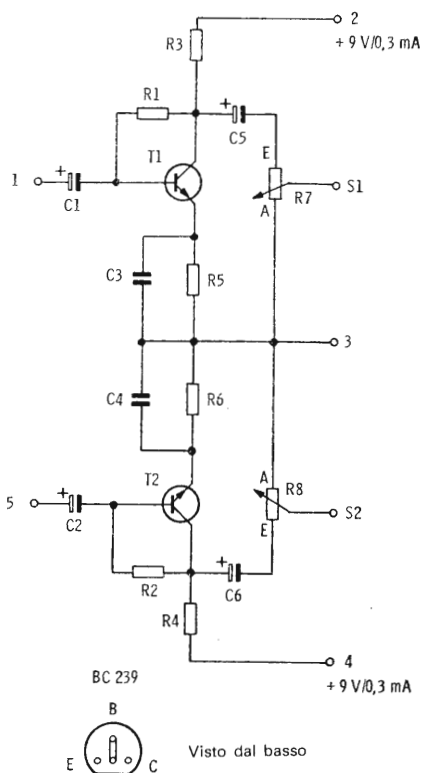

Fig. 4.4. Schema dell'amplificatore d'ingresso per miscelatore (stereo)
Una miscelazione senza interferenze tra un canale e l'altro è possibile soltanto mediante l'impiego di stadi amplificatori. I moderni transistori permettono la costruzione di amplificatori per miscelatori con ottime caratteristiche. La Fig. 4.4 mostra il circuito di un ottimo amplificatore di entrata per miscelatore. Il transistor T1 ha un rumore di fondo particolarmente basso. Esso lavora nella configurazione ad emettitore comune. La tensione di polarizzazione giunge alla base attraverso R1; questo resistore realizza nel circuito una retroazione. Attraverso C5 il segnale d'uscita giunge al potenziometro a slitta R7.
**Elenco dei componenti per Fig. 4.4**